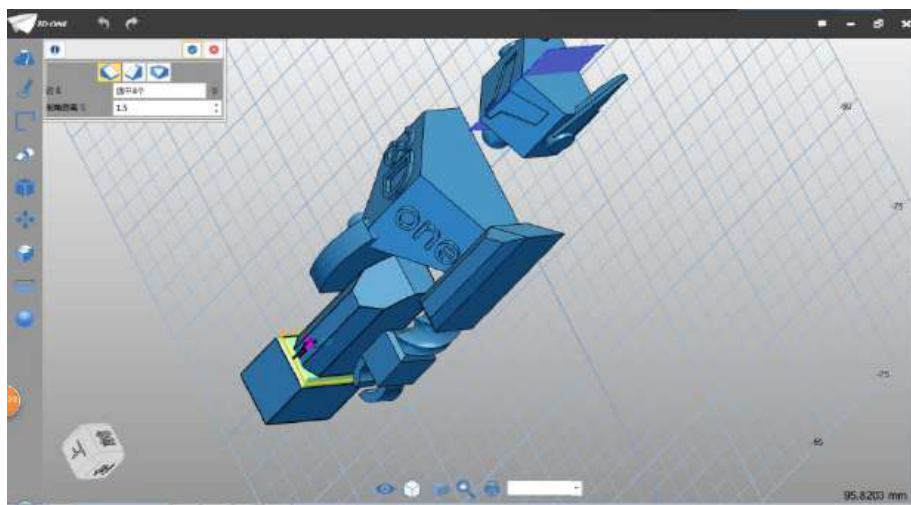

图 4-10
Step 10 点击确定，完成拉伸。选择倒角命令，边选择如图所示四边（环形），倒角距离为 1.5，如下图 4-10 所示：